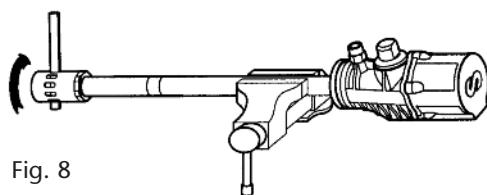

Fig. 8
2. Unscrew the intake filter tube (42) from the intake filter head (39) (fig. 8).
2. Desenroscar la jaula de aspiración (42) del conjunto filtro de aspiración (39) (fig. 8).
2. Séparer la crête (42) de l'ensemble du filtre d'aspiration (39) (voir fig. 8).
2. Filterkopf (39) vom Filterrohr (42) abschrauben. (Bild 8)